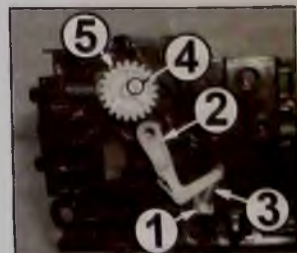

Рис. 28
5. Располагают узел левой стороной к себе. Запоминают положение пружины (1 на рис. 28), рычага (2) и ползуна (3). Снимают пружину, соединяющую левый рычаг с ползу-
1. Располагают узел левой стороной к себе. Освобождают фиксатор (4 на рис. 28) шестерни обгонной муфты (5). Перемещают ее к себе и последовательно снимают две половинки муфты и прижимную пружину с вала транспорта бумаги.